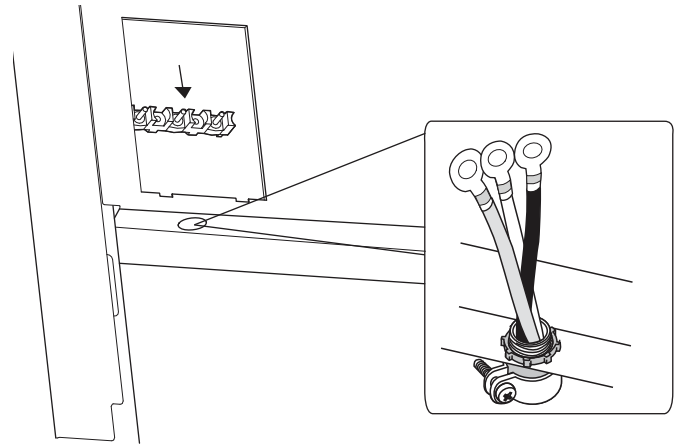

Figure 11 : Emplacement de la bride de cordon
- Repérez le bloc de jonction à l'arrière de l'appareil et enlevez le couvercle (voir la Figure 11).
- Installez une bride de cordon (non fournie avec la cuisinière) dans le trou de 1 po (25,4 mm) de diamètre situé sous le bloc de jonction, dans le panneau arrière (voir Figure 11). Faites passer les fils par la bride de cordon.